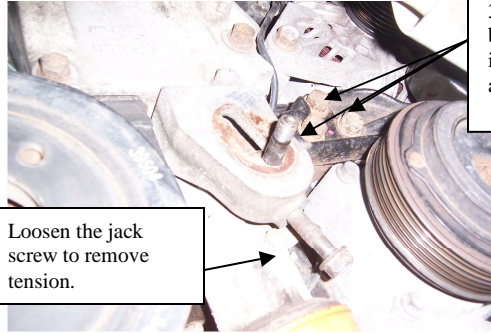

Figure 2
6. Remove the lock center idler pulley from the engine as shown in figure 2.
7. To remove the front idler bracket assembly from the vehicle loosen and remove the 3 mounting bolts. Figure 2
6. Retirer le galet tendeur fixe du moteur, comme indiqué sur la figure 2.
7. Pour retirer le module de support et galet avant du véhicule, desserrer et retirer les 3 boulons de montage. Figure 2